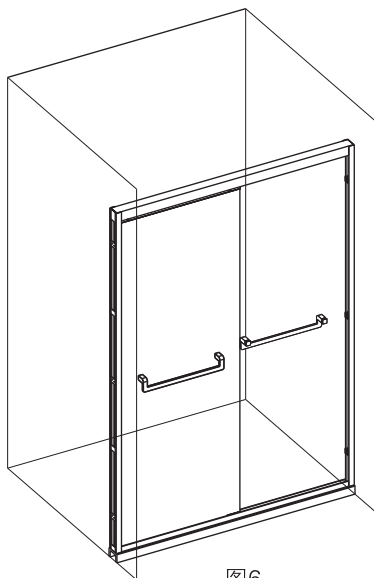

图6
9.重新检查一次淋浴屏,开关门是否顺畅,各部件是否固定紧。确认安装无误后,整体清洁淋浴屏,最后在"边柱型材"与墙面间,大理石与下滑道间,打好玻璃密封胶,待24小时玻璃胶干透后,方可放心使用。(如图6所示)。